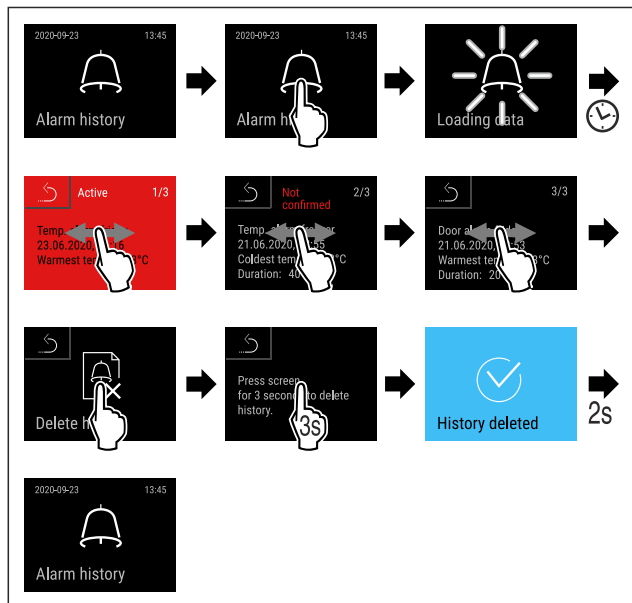

Fig. 157
- ▶ Efectuați pașii de acțiune (vezi Fig. 157).